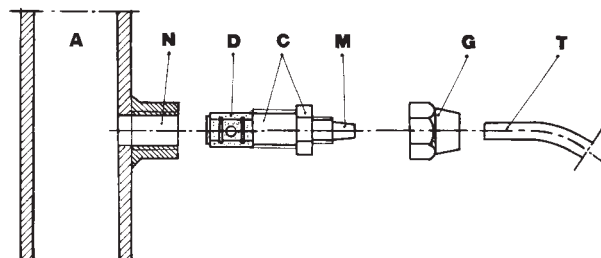

Fig. 9
- g. - Aplicar un empalme de acero de 3/8" rosca tipo gas, hembra en el conducto de la instalación que se debe tratar, en el punto más adecuado para efectuar la inyección del producto que se va a dosificar. Dicho empalme no está incluido en el suministro. Atornillar la válvula de inyección en el empalme, utilizando teflón como guarnición (Fig. 9), conectar el tubo al empalme cónico de la válvula de inyección, y fijarlo con la virola G. La válvula de inyección es a su vez, válvula de retención.